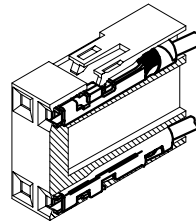

FIGURE 1
3. TO LATCH TERMINAL PUSH AS SHOWN IN FIGURE 1. BE SURE THAT LATCH SNAPS DOWN.